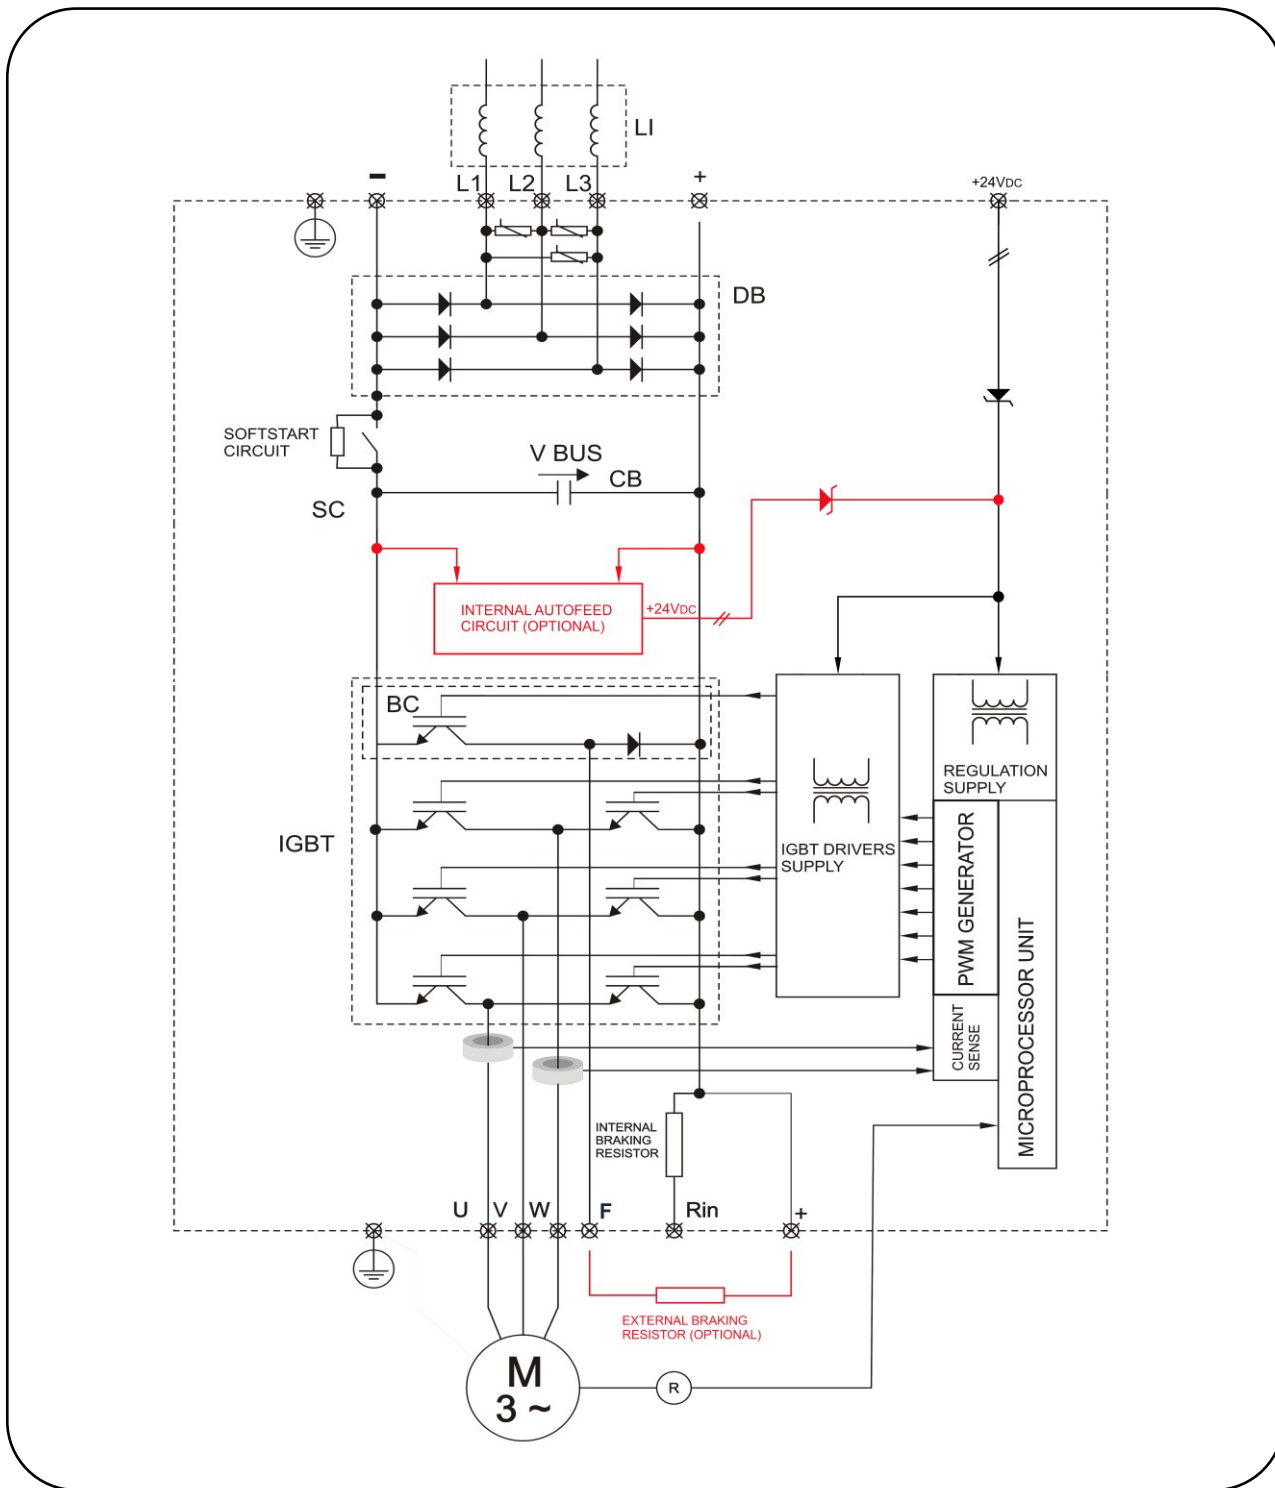

FIG. 18- Sessione di potenza / Power stage
La tensione di rete applicata ai morsetti **L1, L2, L3** (v.FIG. 18) viene raddrizzata dal ponte a diodi **DB** e filtrata dalla batteria di condensatori **CB**. La tensione continua **VBUS** viene quindi modulata da sei **IGBT** pilotati dalla scheda Driver gestita dal microprocessore. **U,V,W** sono le fasi motore (tensione **PWM**).
The mains voltage applied to terminals **L1, L2, L3** (s. FIG. 18) is rectified by the rectifier bridge **DB** and is filtered by capacitor bank **CB**. **VBUS** continuous voltage is modulated by six **IGBTs** that are piloted by the microprocessor controlled Driver card. **U,V,W** are the motor phases (**PWM** voltage).
**PER TUTTE LE TAGLIE IL +VCC E LO 0VCC, PER IL COLLEGAMENTO DI INGRESSO IN DC BUS, SONO L'USCITA DEL PONTE A DIODI (FIG. 18).**
**FOR ALL SIZES +VCC AND 0VCC, FOR DC BUS CONNECTION, ARE THE OUTPUT OF DIODE BRIDGE (FIG. 18).**
Il circuito **SC** (Soft start Circuit v. FIG. 18) serve a limitare in fase di inserzione la corrente di carica dei condensatori **CB** (FIG. 18).
The **SC** Circuit (Soft start Circuit s. FIG. 18) is used to limit the capacitors charge current **CB** (FIG. 18) during the power up phase.
Il motore va collegato ai morsetti contrassegnati **U, V, W** (FIG. 18) con il cavo di terra collegato alla vite **PE** (FIG. 18). Il collegamento deve essere fatto con cavi di sezione adeguata (v. TAB.12, TAB.13, TAB.14).
The motor must be connected to terminals **U, V, W** (FIG. 18) with the ground cable connected to the **PE stud** (FIG. 18). Always use cables of appropriate size (see TAB.12, TAB.13, TAB.14).
Il circuito **BC** (v. **FIG. 18**) serve a convertire l'energia cinetica accumulata dal carico meccanico in calore, mediante l'utilizzo di una resistenza di frenatura interna o esterna (OPZIONALE) (**FIG. 18**).
The **BC** (braking circuit) (**s. FIG. 18**) is used to convert the kinetics energy of mechanical load into heat by means of an internal or external (optional) braking resistor(**FIG. 18**).